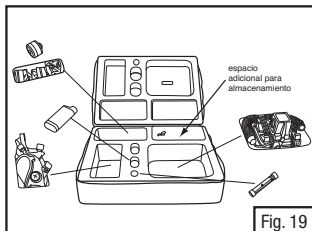
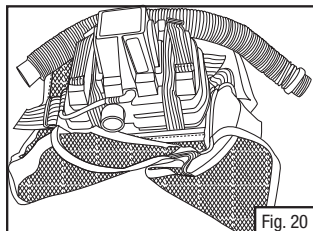

Fig. 19
Fig. 20
- Los ensambles PAPR de ajuste apretado (aprobados por NIOSH como CBRN) deben empacarse en la bolsa transportadora RBE-DFL como se ilustra a continuación (Fig. 19). El Chaleco se puede doblar debajo de la unidad PAPR Turbo para que quepa en la bolsa RBE-DFL (Fig. 20). La bolsa está diseñada para ofrecer un almacenamiento seguro y también provee espacio para equipo adicional.